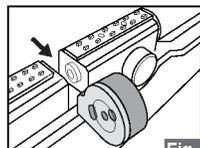

Fig. 8b
8) Este magazine foi desenhado para parar automaticamente quando estiver vazio. Puxe o side-lever para trás e empurre o magazine para fora pelo lado esquerdo da carabina. (Fig. 8b.)